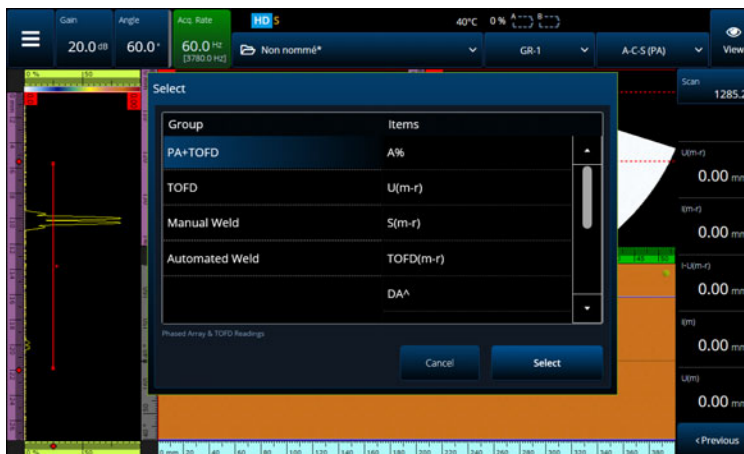

図 2-63 測定値リストの選択
画面の右側に表示される 10 個の測定値すべてが生成されるレポートに組み込まれ、設定ファイルに保存されます。測定値に表示する UT パラメータは、個別またはリストとして簡単に切り替えることができます。各パラメータの内容は、強調表示すると測定値の Select (選択) メニューに表示されます (124 ページの図 2-63)。
- a) **Select Reading List (測定値リストの選択)** の場合、定義済みの測定値リストから選択できます (124 ページの図 2-63)。